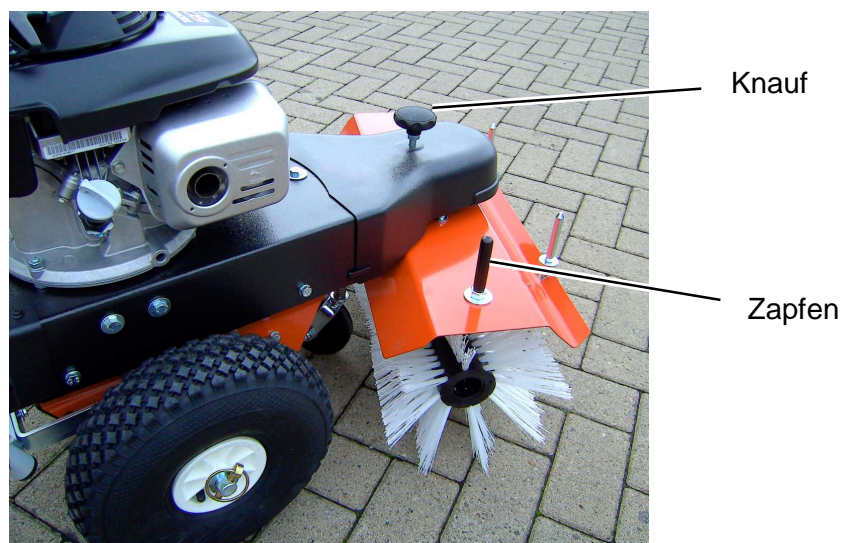

Abbildung 8: Kehrbürste schräg stellen
- ⇒ Begeben Sie sich nach vorn zum Bürstendeck und ziehen Sie den Knauf, der sich über der Schutzabdeckung befindet, heraus, bis die Rastung aufgehoben ist (siehe Abbildung 8).
- ⇒ Fassen Sie den Zapfen auf der rechten Seite des Bürstendecks (Abbildung 8) und schwenken Sie das Deck in die gewünschte Position.